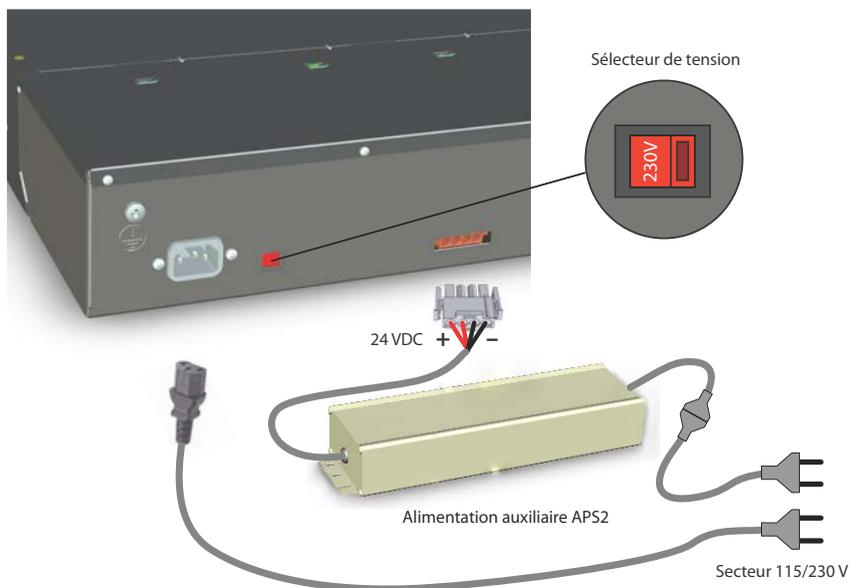

Fig. 24 Alimentation du serveur de communication
- Le commutateur de tension doit être réglé sur la tension du secteur raccordé (voir Fig. 24).